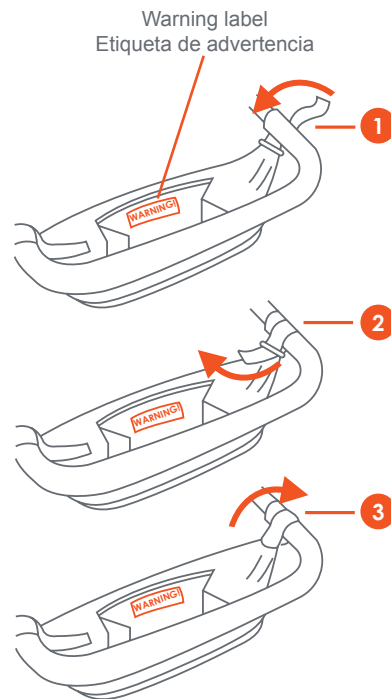

Fig. 5
- 5) • Strap In The Soft Parent Organizer:** Use the hook and loop to hang the soft parent organizer onto the wagon handle. Follow illustrations 1-3 (Fig. 5). Be sure to fasten tightly.
- Ajuste El Organizador Flexible Para Padres:** Utilice el gancho y la arandela para colgar el organizador flexible para padres en el mango del vagón. Siga las ilustraciones 1-3 (Fig. 5). Asegúrese de ajustarlo firmemente.